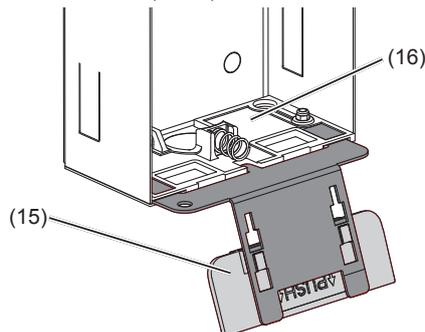

Bild 5: eingestecktes Öffnungswerkzeug (15) Öffnungswerkzeug (16) Befestigungselement
- Öffnungswerkzeug (15) in die Aufnahme des unteren Befestigungselementes (16) am Gehäuse stecken (Bild 5).